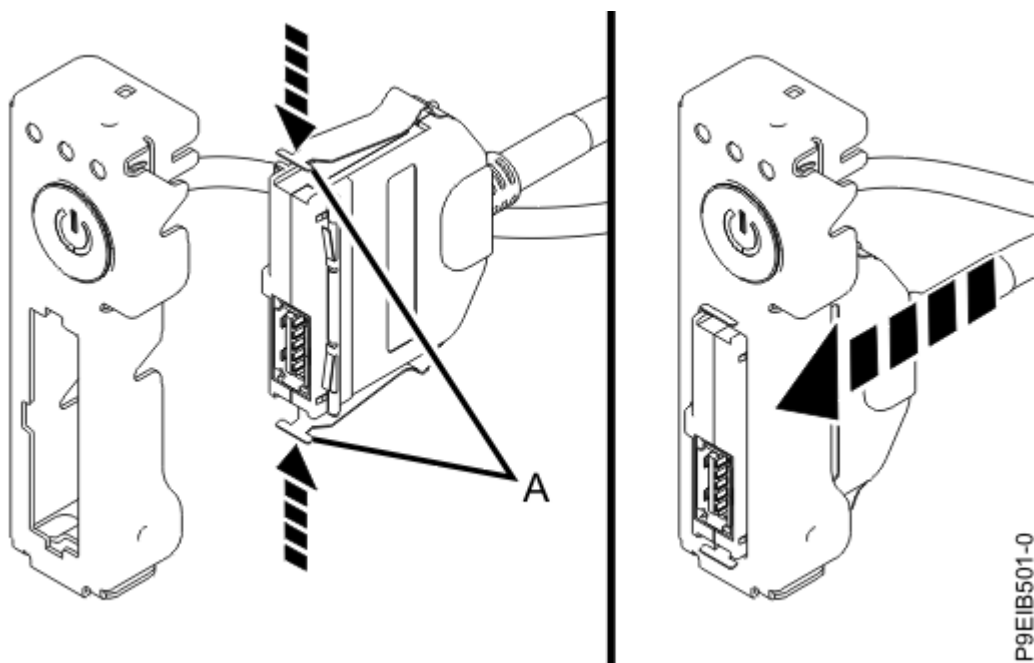

図 41. 電源スイッチへの USB ケーブルおよびコネクタの接続
3. ラッチ **(A)** を押し込んだ状態で、USB ケーブルおよびコネクタを電源スイッチに接続します (59 ページの図 41 を参照)。